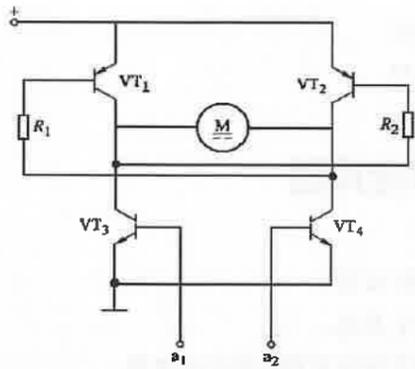

图 2 电动助力转向系电机转向控制电路
28. 当图 2 中触发端 a_1 得到输入信号时，以箭线方式列出系统工作主电路。